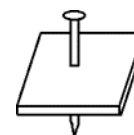

Рис.4
3.5. Если дюбель входит в основание слишком легко и глубоко - базовый материал слишком мягкий. Это также может повлечь сквозной прострел (см. рис.4). И в данном случае основание не подходит для использования технологии прямого монтажа.